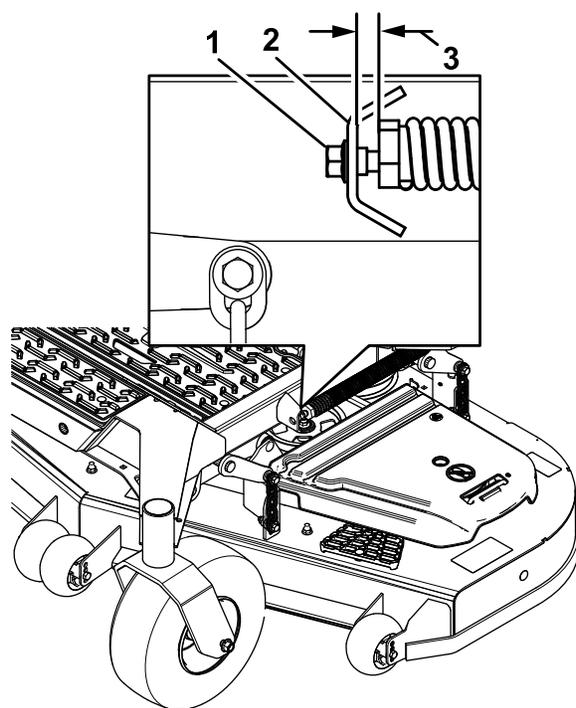

Рисунок 87
10. Медленно ослабьте регулировочный винт на пружине облегчения подъема так, чтобы появилась возможность снять этот винт (Рисунок 87).